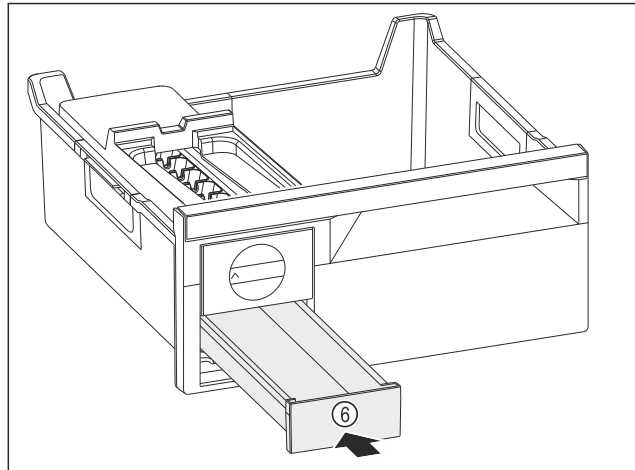

Fig. 126
- ▶ Eiswürfelschubfach Fig. 126 (6) einschieben.